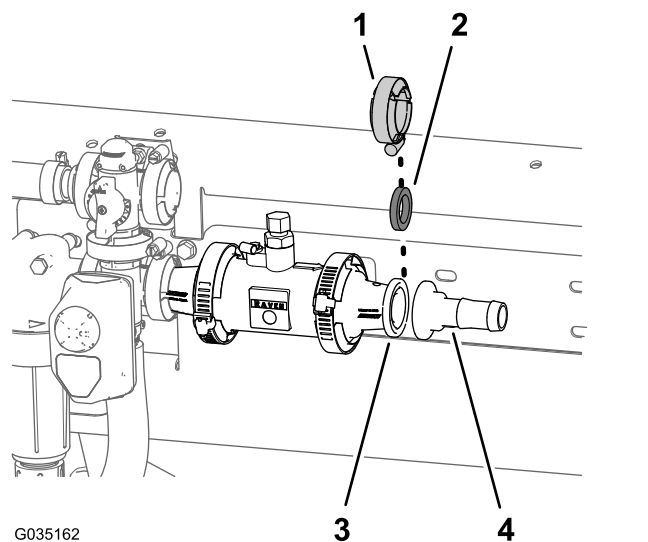

図 56
2. ステップで取り外したガasket 1-5/16"とバーブ付きのホースフィッティングを、縮径アダプタにセットする図 56。